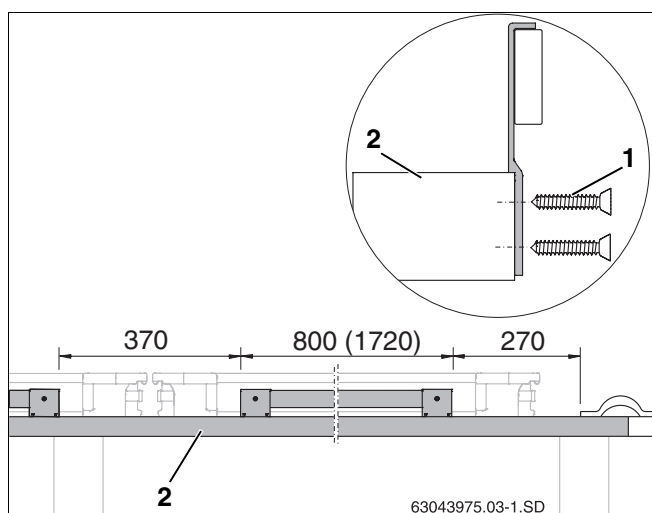

Fig. 11 Fixer les dispositifs anti-glisser sur la latte (dimensions en mm, valeurs entre parenthèses = version horizontale)
- Poser le dispositif anti-glisser prémonter sur la première latte supplémentaire (fig. 11, **pos. 2**) et le fixer à l'aide de deux vis 4×40 (fig. 11, **pos. 1**) (respecter les dimensions indiquées).